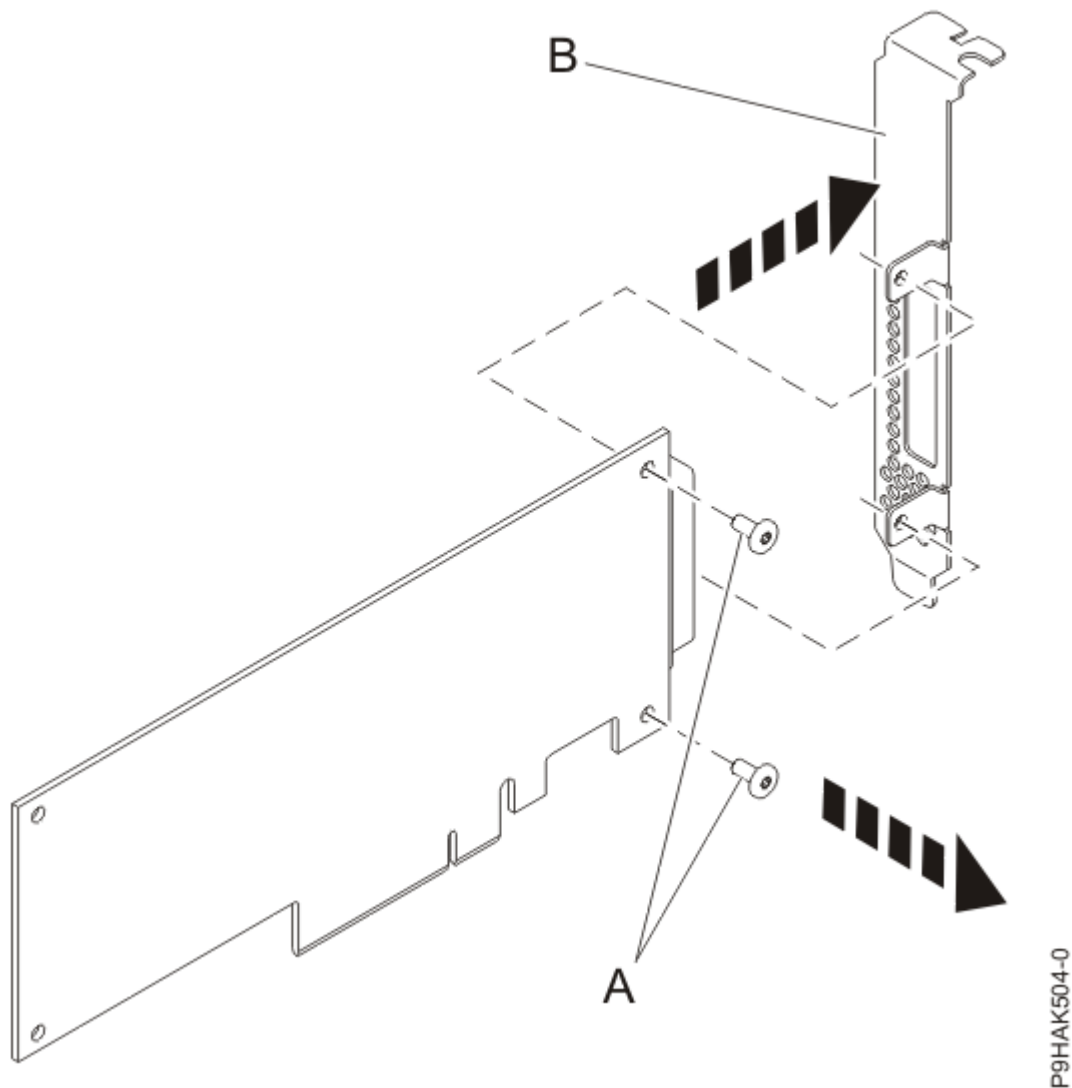

Abbildung 47. Den langen Adapterkassettenhalter aus dem neuen Adapter ausbauen
8. Entfernen Sie mit einem Kreuzschlitz-Schraubendreher die beiden Sicherungsschrauben **(A)**, mit denen der lange Haltesteg **(B)** am neuen Adapter befestigt ist, wie in Abbildung 47 auf Seite 75 dargestellt.